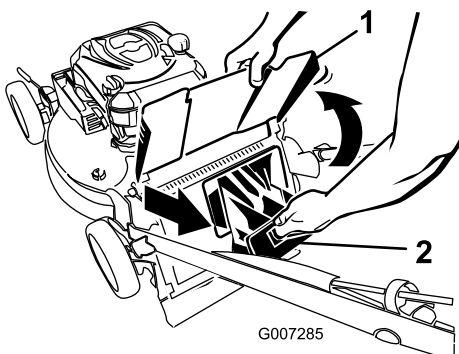

Figure 22
2. Soulevez le déflecteur d'éjection et gardez-le dans cette position (Figure 22).
3. Retirez l'obturateur d'éjection arrière (Figure 22).